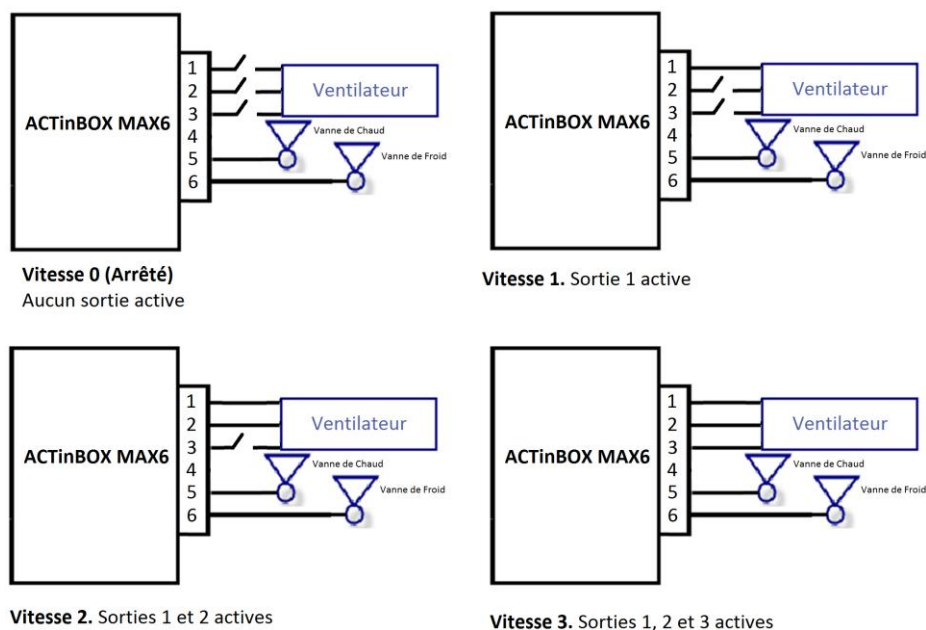

Figure 3.6. Contrôle de la vitesse de ventilation par accumulation
- **Accumulation (Plusieurs relais Fermés):** Le niveau de ventilation est proportionnel avec le nombre de sorties actives. Voir Figure 3.6.